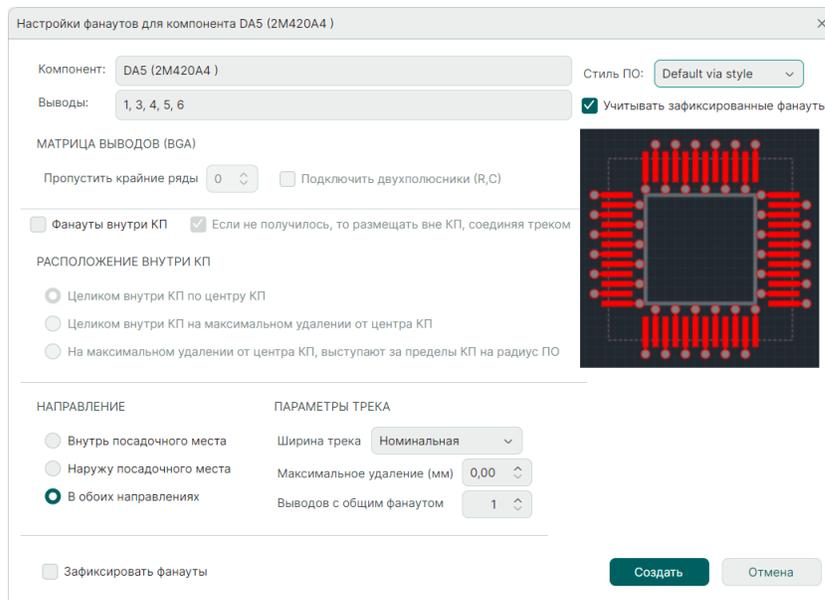

Рис. 327 Окно «Настройки фанатуов»
3. Задайте нужные параметры построения фанатуов в окне «Настройки фанатуов» и нажмите кнопку «Создать», см. Рис. 327. Подробное описание настроек построения фанатуов приведено в разделе Настройки построения фанатуов для разных типов ПМ.